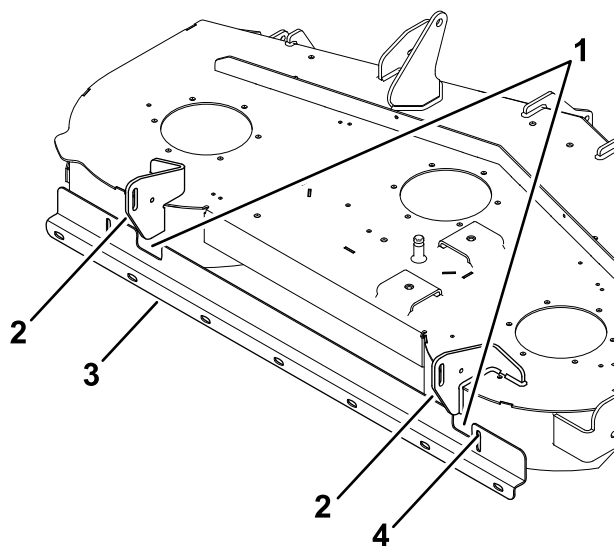

Рисунок 2
- Используя кронштейн в качестве шаблона, отметьте и просверлите отверстие в изгибе правой перегородки, используя сверло (9/32 дюйма), как показано на Рисунок 2.